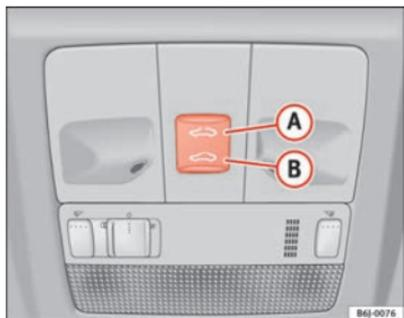

Fig. 49 Tecto panorâmico / deflector
- Prima e mantenha premido o botão **B** ⇒ fig. 49 ⇒ **!**, o tecto realiza o movimento de fecho até que se solte o botão.